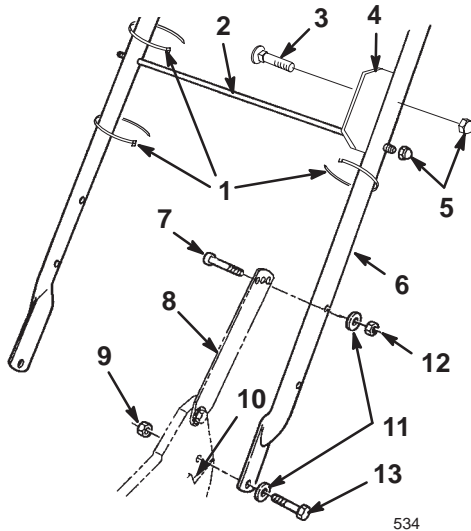

Figure 2
1. Montez le guidon sur l'extérieur du carter de tondeuse (utilisez le trou inférieur), à l'aide de 2 boulons (5/16-18 x 1-1/4 pouce), rondelles et contre-écrous minces en nylon (Fig. 2).
2. Fixez les pattes de verrouillage au guidon avec 2 boulons (5/16-18 x 1-1/2 pouce), rondelles et contre-écrous en nylon (Fig. 2).
3. Insérez la tige de support du sac à herbe dans la plaque d'alignement et dans le deuxième trou en partant du haut du guidon. Serrez un contre-écrou borgne à chaque extrémité (Fig. 2).
4. Insérez la vis de carrossier dans la plaque d'alignement du sac et le trou supérieur à gauche du guidon, puis fixez-la avec un contre-écrou borgne (Fig. 2).
6. Fixez le câble de frein au guidon avec les attaches prévues (Fig. 2).